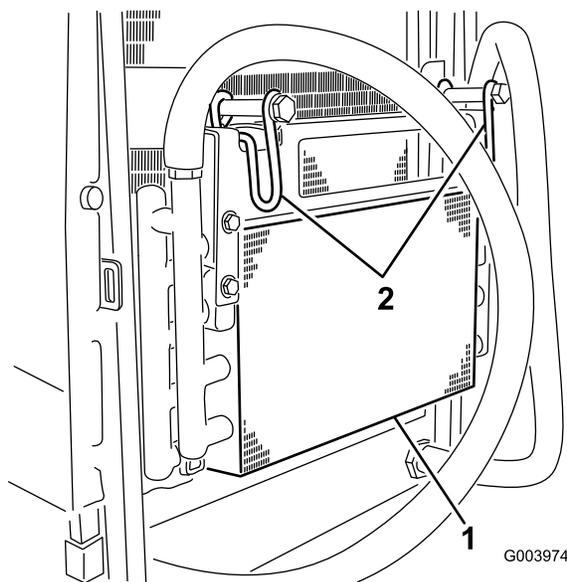

図 63
5. オイルクーラのラッチを内側に倒してオイルクーラを外す 図 63。